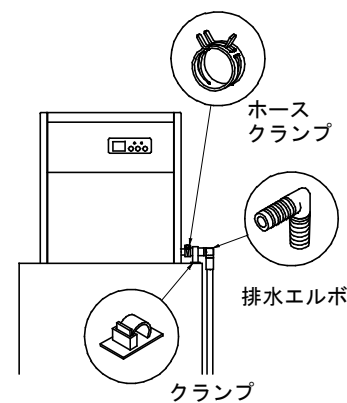

図4
- ・排水ホースはドレンパイプに付属のホースクランプにて抜けないよう確実に固定してください。(図4)
- ・ドレンパイプに接続した排水ホースが浮き上がる時は、付属のクランプを使用し、勾配をつけてください。(図4)
- ・ドレンパイプに接続した排水ホースがキャビネット天井面から立下り部分で折れ曲がりを生じる時は、付属の排水エルボを使用してください。(図4)